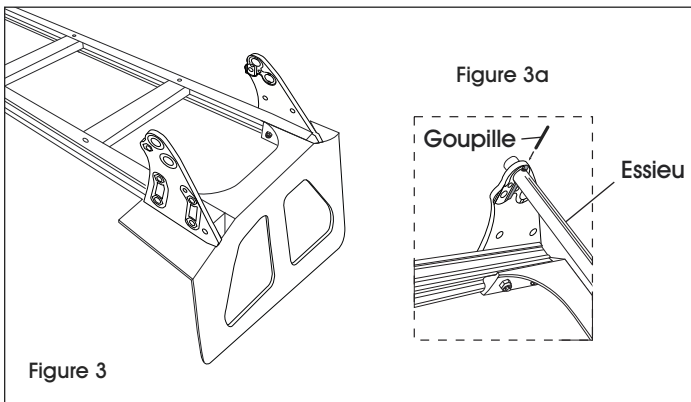

Figure 3
1. Posez le diable sur le devant de sorte que les supports d'essieu soient orientés vers le haut. (Voir Figure 3)